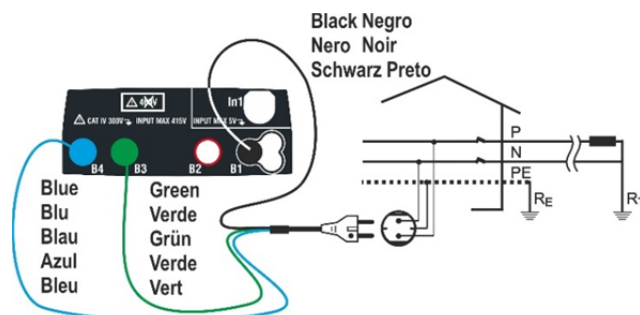
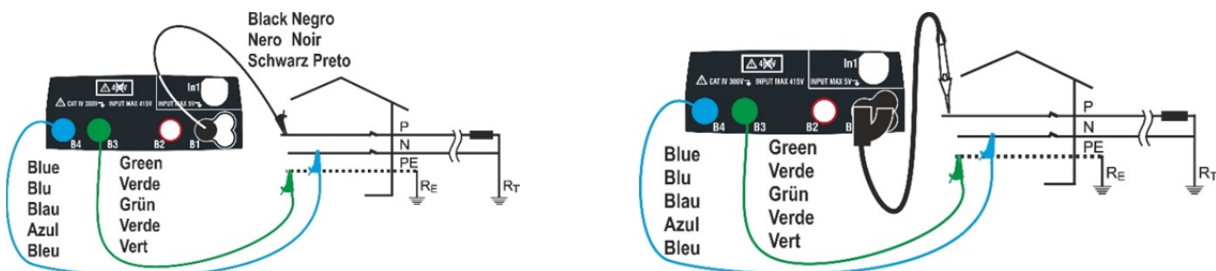
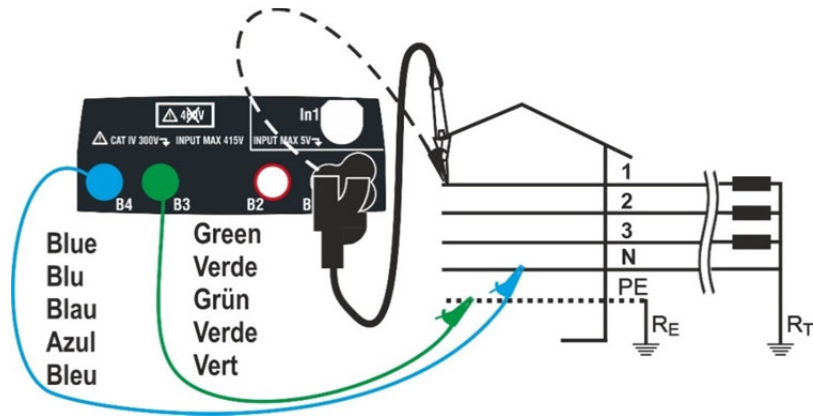
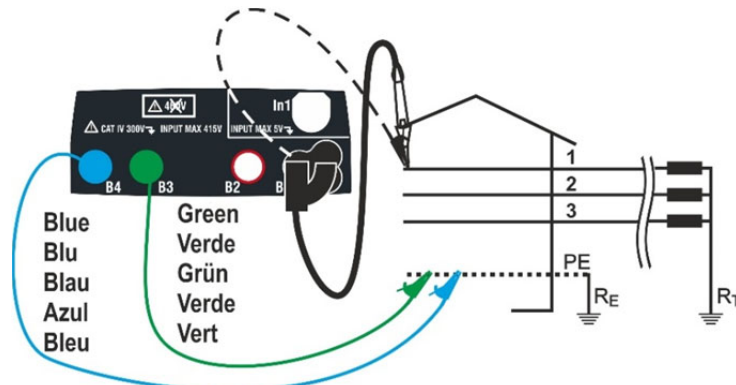

Abb. 18: Messung P-N/P-PE in ein-phasigen 230 V Systemen mittels 3 Leiter Schukokabel
Abb. 19: Messung P-N/P-PE in ein-/zweiphasigen 230 V Systemen mittels Kabeln und Tastkopf
Abb. 20: Messung P-N/P-PE in dreiphasigen 400V+N+PE Systemen mittels Einzelkabeln und Tastkopf
Abb. 22: Messung P-PE/P-N in 400V + PE (no N) Systemen mittels Einzelkabeln und Tastkopf
4. Führen Sie die vorherige Kalibrierung der Messleitungen wie in § 6.4.2 beschrieben durch Verbinden Sie den Schukostecker, die Krokodilklemmen oder den Tastkopf mit der elektrischen Anlage entsprechend Abb. 18, Abb. 19, Abb. 20 und Abb. 22.